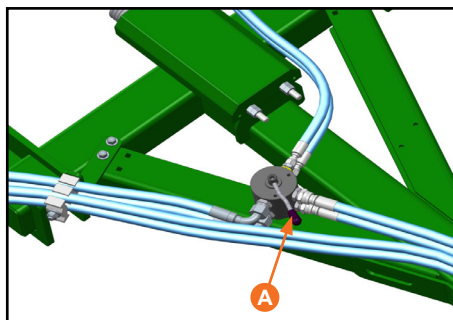

Figura 47
- Para levantar o cabeçalho, selecione a válvula que está instalada no cabeçalho de transporte, ficando com a alavanca (A) posicionada para a dianteira do implemento. Assim o fluxo de óleo será desviado para o cilindro do cabeçalho (Figura 47).